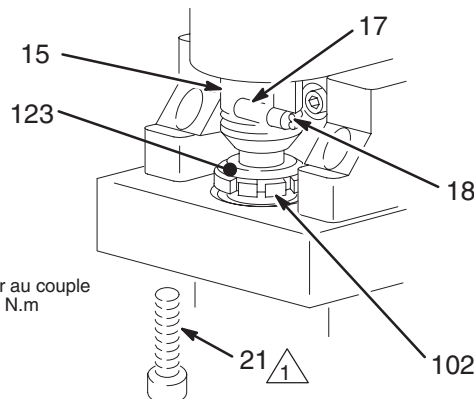

Fig. 19
- a. Enlever la goupille de la tige de liaison de la pompe (17). Voir Fig. 19, page 22.
11. **Roder les balais.** Mettre en route l'appareil et le faire tourner à vide au moins pendant une heure. Réaccoupler le bas de pompe. Voir Fig. 19, page 22.
Veiller à ce que le ressort de retenue (18) soit bien installé dans la gorge de la tige de connexion tout autour de celle-ci pour éviter que la goupille (17) ne s'échappe en raison des vibrations. Voir Fig. 19.